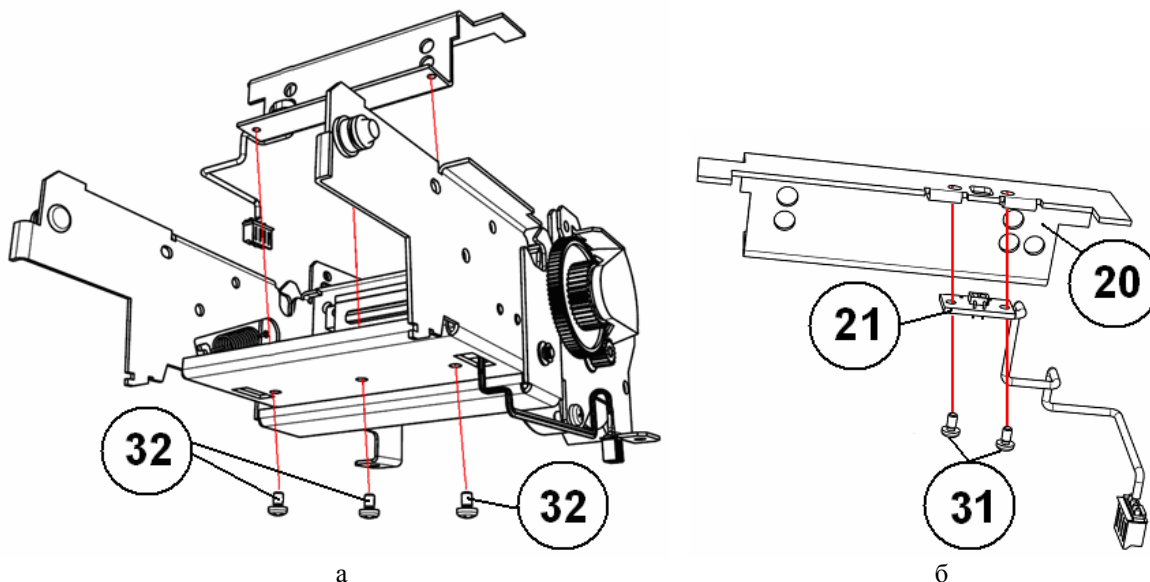

Рисунок 19. – Крепление датчика наличия/отсутствия чековой ленты.
- ◆ Отсоедините шторку, датчика наличия/отсутствия чековой ленты (рис. 19а) открутив 3 винта крепления (поз. 32).
- ◆ Открутите винты (рис. 19б, поз. 31) и снимите датчик наличия/отсутствия чековой ленты (поз.21)